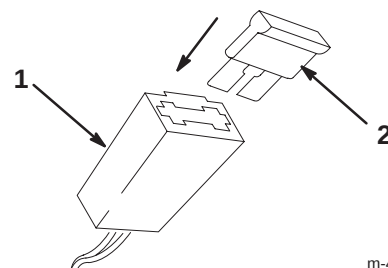

Bild 9
2. Bauen Sie die Sicherung in die Sicherungsfassung ein, wie in Bild 9 dargestellt.